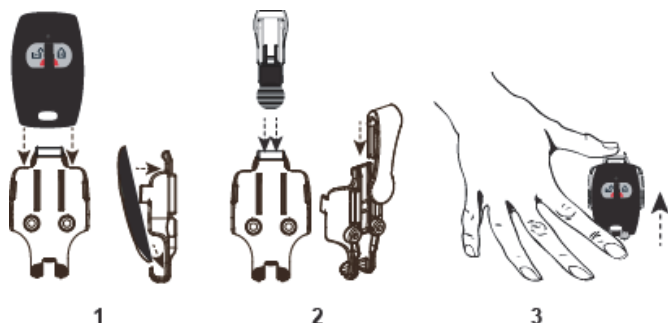

Figure 2 Fixation du PB-101/102 à une attache pour ceinture
3. Pour retirer le PB101/102 du support, appuyez sur le haut du support et poussez le pendentif vers le haut, comme illustré sur la Figure 2.